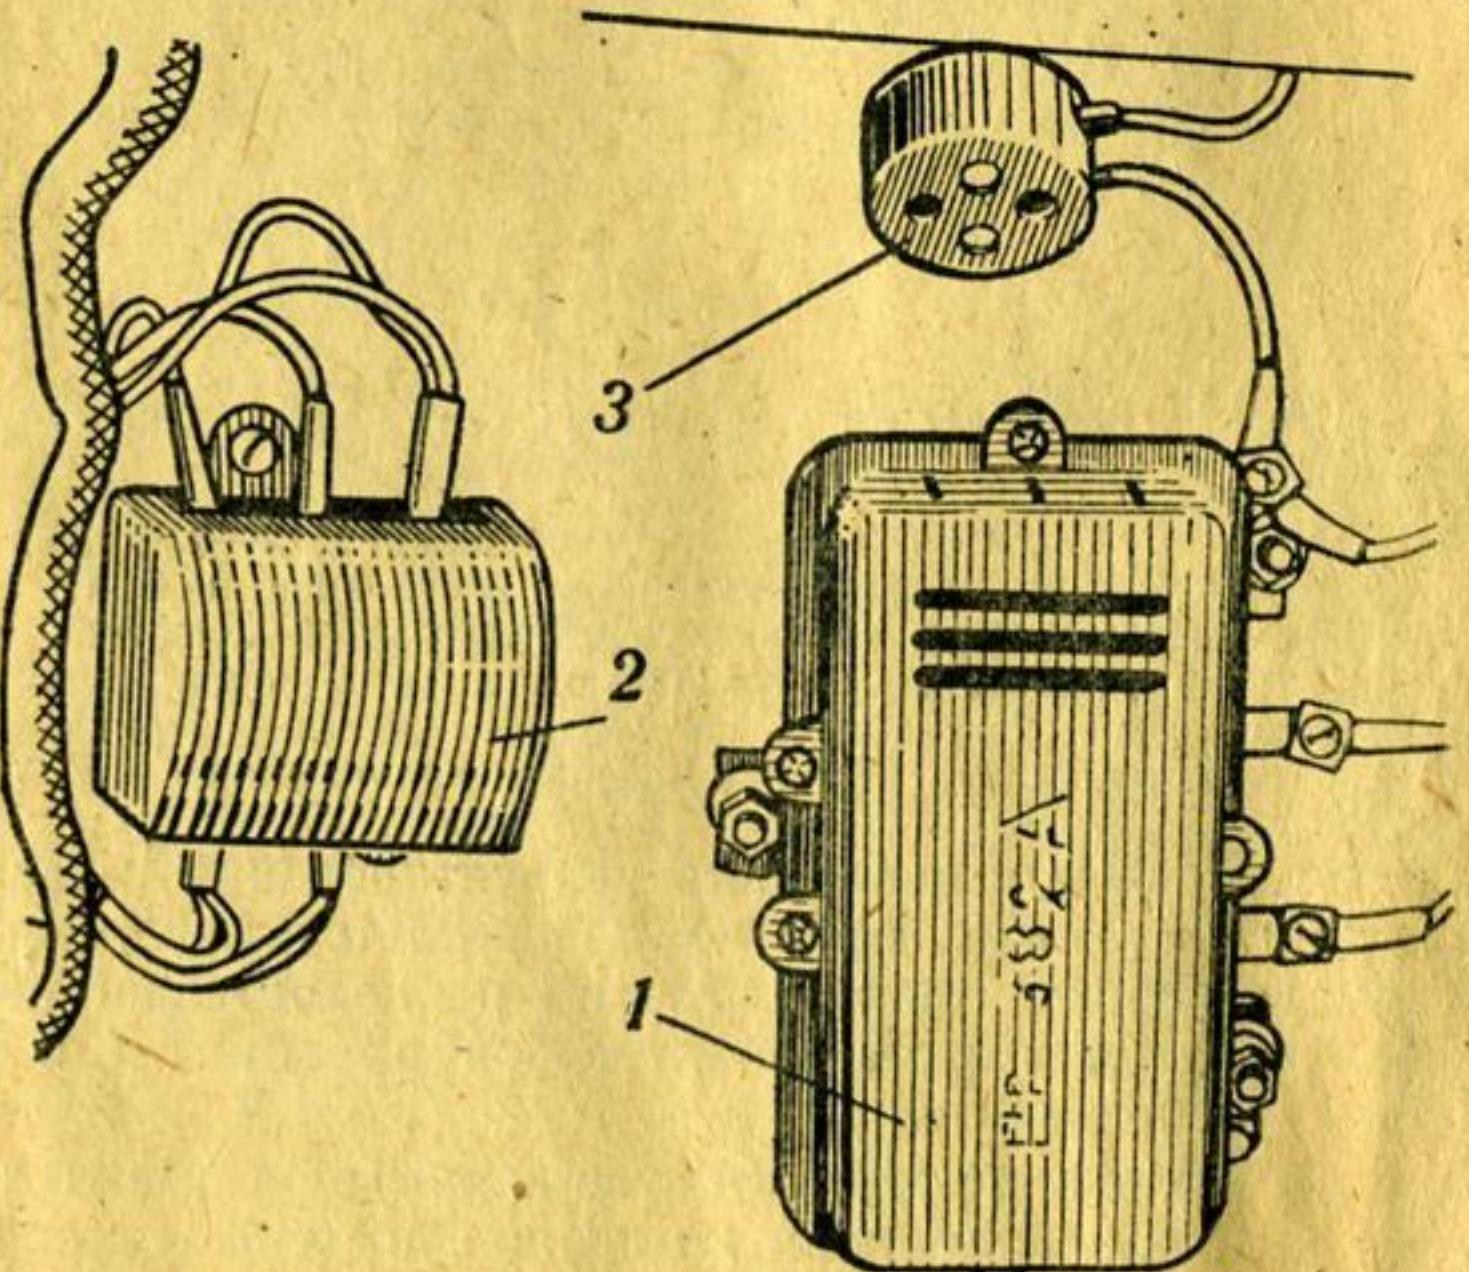

Рис. 63. Установка блока предохранителей и реле-регулятора:
3. Блок плавких предохранителей (рис. 63), установленный под капотом двигателя.